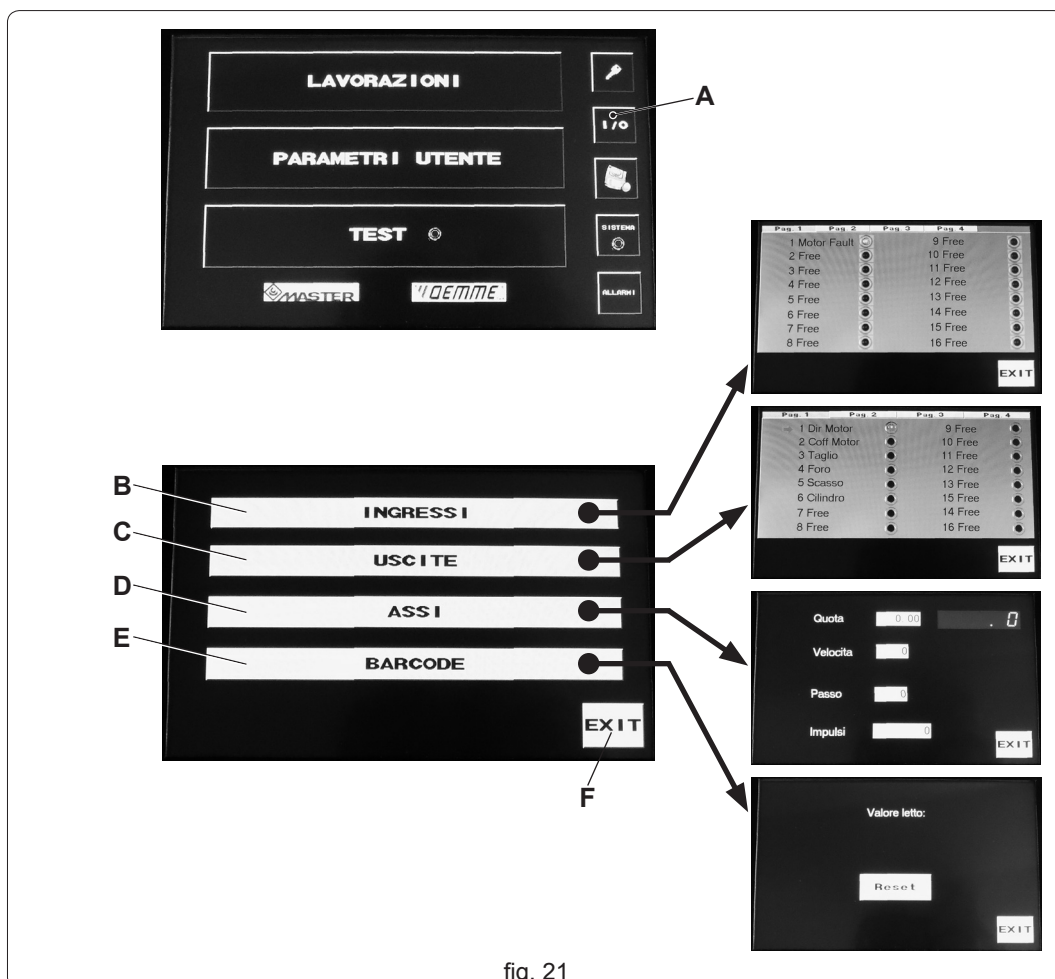

fig. 21
Digitando il riquadro  (fig. 21 rif. A) si accede alle sezioni:
- “INGRESSI” (fig. 21 rif. B): dentro questa finestra è possibile solo visualizzare lo stato degli ingressi (on/off);
- “USCITE” (fig. 21 rif. C): dentro questa finestra è possibile solo visualizzare lo stato delle uscite (on/off);
- “ASSI” (fig. 21 rif. D): dentro questa finestra è possibile solo visualizzare le impostazioni;
- “BARCODE” (fig. 21 rif. E): Dentro a questa sezione è possibile testare il lettore di codici a barre. Questa funzione consiste nel far leggere al lettore un codice a barre e controllare sul display il risultato della lettura;
Digitare “EXIT” (fig. 21 rif. F) per tornare alla sezione precedente.